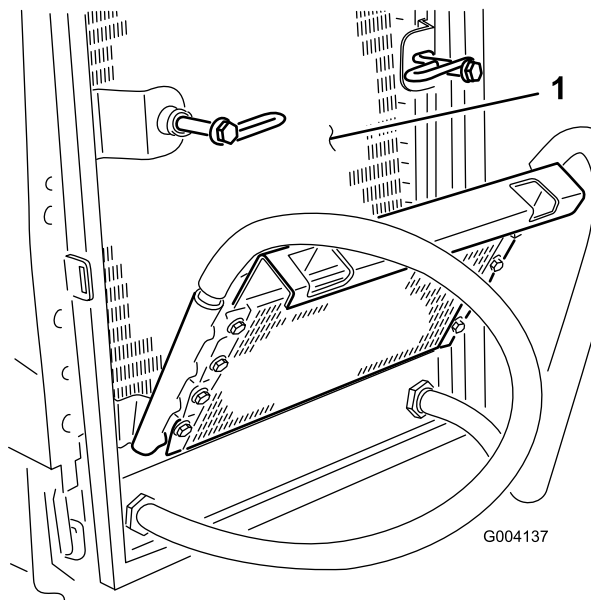

Figura 63
6. Pulite accuratamente entrambi i lati del radiatore dell'olio e del radiatore utilizzando aria compressa (Figura 63).